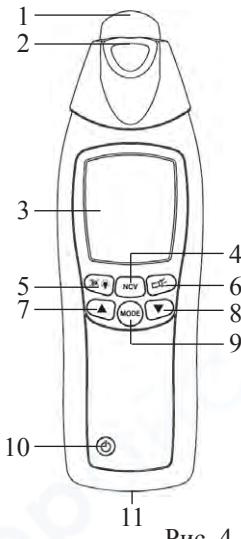
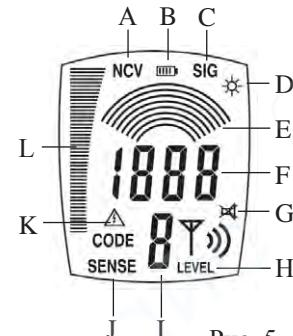

Рис. 4
Рис. 5
- Для большей точности обнаружения на приёмнике должна быть выбрана минимальная чувствительность: все дугообразные кривые на графической шкале Е (рис. 5). Настройка чувствительности производится с помощью кнопок \blacktriangle и \blacktriangledown (рис. 4).